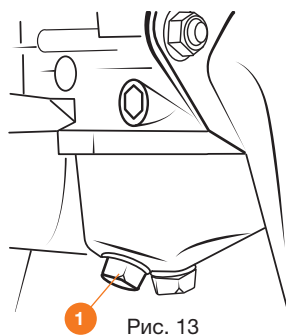

Рис. 13
2. Открутите болт **1** для слива топлива и слейте его остатки в подходящую емкость (Рис. 13).